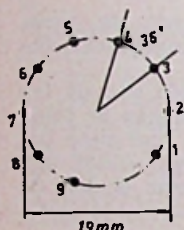

Fig. 4 De afmetingen van een noval buishouder voor geëtste bedrading.
h. Buishouders kunnen uiteraard niet in het 5 mm raster worden opgenomen. Hoewel men gewone buishouders kan gebruiken, zijn er speciale typen voor geëtste bedrading. Fig. 4 geeft de afmetingen van een noval buishouder.